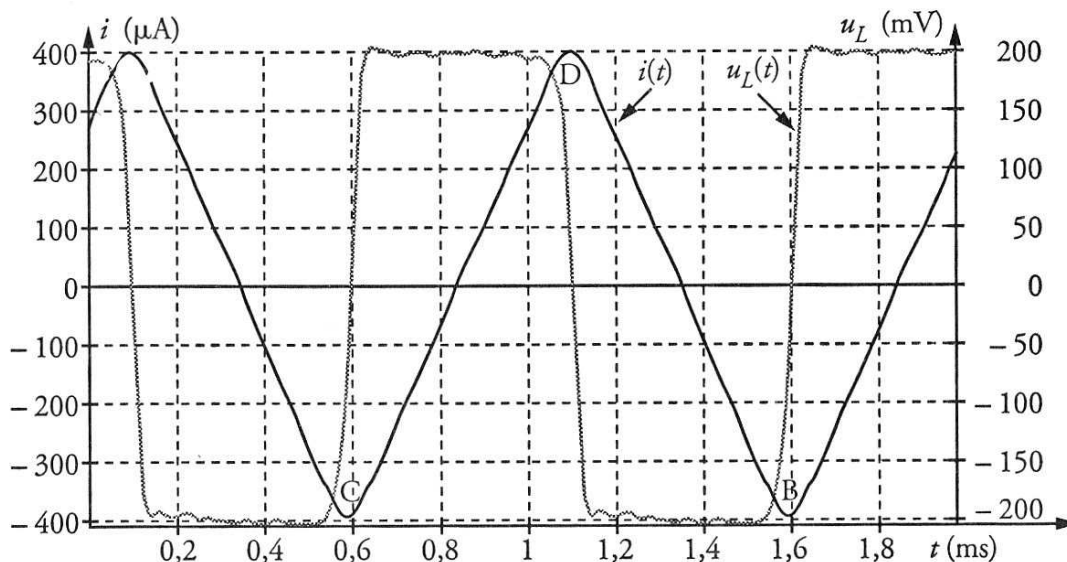

Figure 2
Un système d'acquisition de données relié à un ordinateur permet d'afficher à l'écran les variations en fonction du temps de la tension $u_L(t)$ aux bornes de la bobine et de l'intensité $i(t)$ du courant qui circule dans le circuit (figure 2).
1.1. Vérifier à l'aide de la figure 2 que la fréquence du GBF est effectivement réglée sur 1,0 kHz.
1.4.1. Sur la figure 2, la représentation graphique de la fonction $i(t)$ montre qu'en réalité, les crêtes de l'intensité sont arrondies. Dans ces conditions, la tangente au sommet est horizontale.
1.4.2. En mesurant u_L sur la figure 2 quand l'intensité du courant est extrême, à $t = 1,6$ ms par exemple, montrer que $r \ll R$.
À partir de la demi-période comprise entre les points C et D de la figure 2, mesurer u_L , calculer $\frac{di}{dt}$ et en déduire la valeur de L.